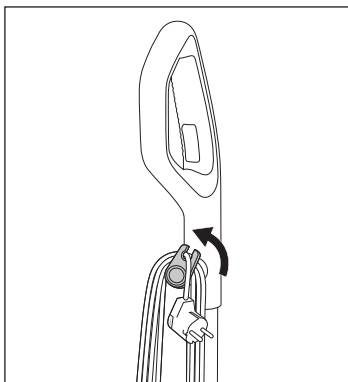

Fig. 43
- ◆ Estrarre leggermente il portacavo superiore **16** e ruotarlo nuovamente verso l'alto (vedere fig. 43).